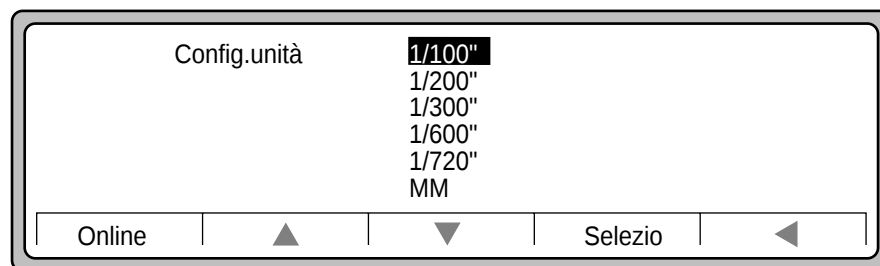

Figura 3-20 Evidenziazione di 1/100 di pollice
11. Nell'esempio, è evidenziato 1/100 di pollice (Figura 3-20).
12. Premere Selezio. Viene visualizzata la Figura 3-20.